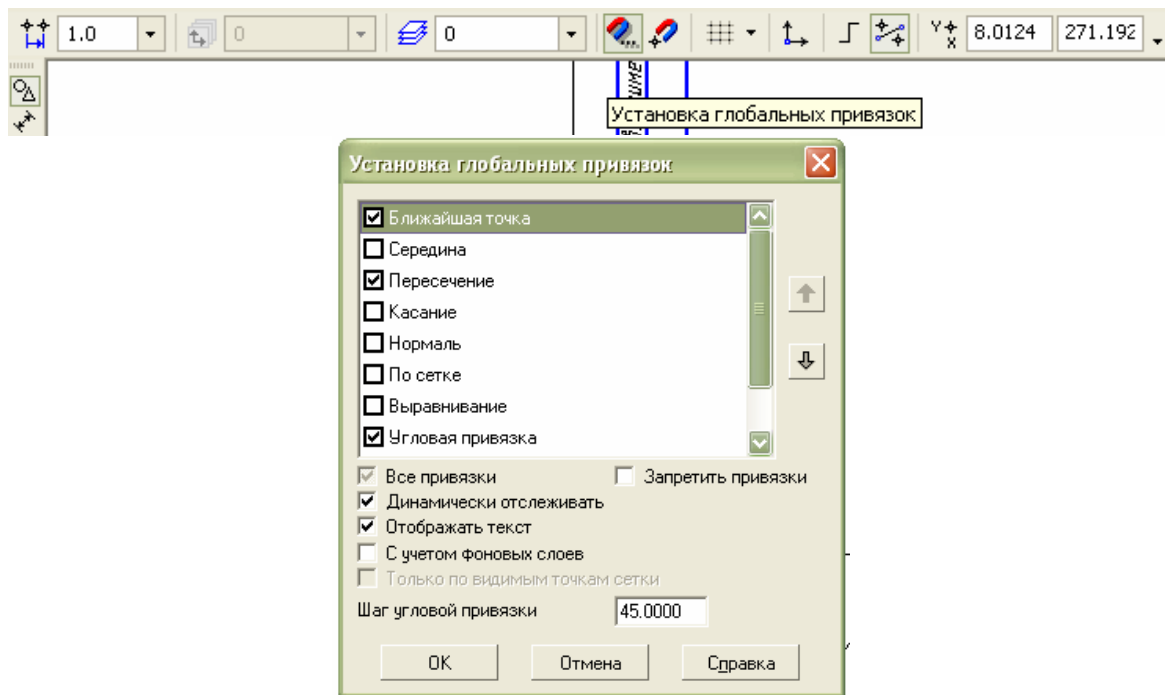

Рис. 3 – Діалогове вікно «*Установка глобальных привязок*»
**Глобальні прив'язки:** особливість цих прив'язок у тому, що за їх допомогою можна вмикати декілька різних прив'язок, і вони будуть виконувати свої функції одночасно. І по-друге, глобальні прив'язки діють постійно при введенні й редагуванні об'єктів. Для вмикання і налаштування глобальних прив'язок викликайте на екран діалогове вікно «*Установка глобальных привязок*», натиснувши кнопку «*Установка глобальных привязок*» на панелі інструментів «*Текущее состояние*» (рис.3).